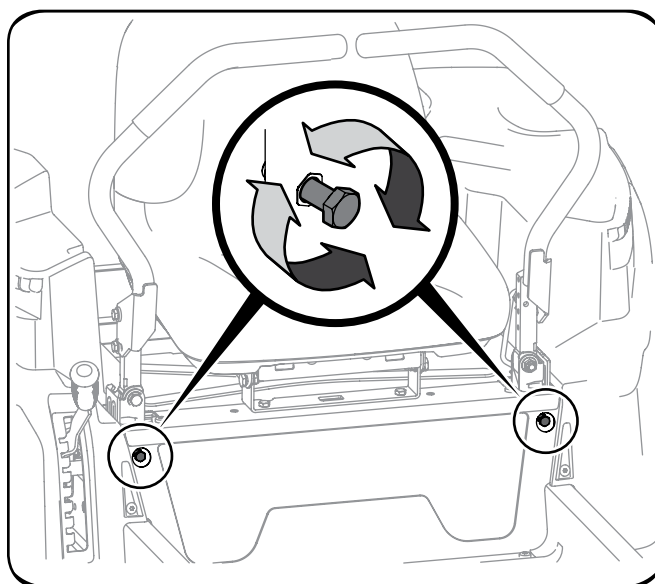

Figura 14
2. Localice los tornillos de ajuste de tope de la palanca de control de desplazamiento en la parte delantera del bastidor del asiento. Consulte la Figura 14.